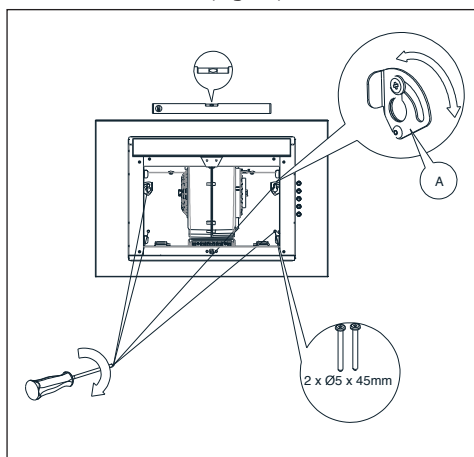

Fig. 14 Positionnement de la hotte
5. Placez le niveau sur le corps de la hotte. En faisant tourner l'élément marqué d'un A, ajustez le niveau de la hotte en fonction des indications du niveau, puis serrez deux vis partiellement vissées auparavant et vissez les deux vis restantes (Fig. 14).